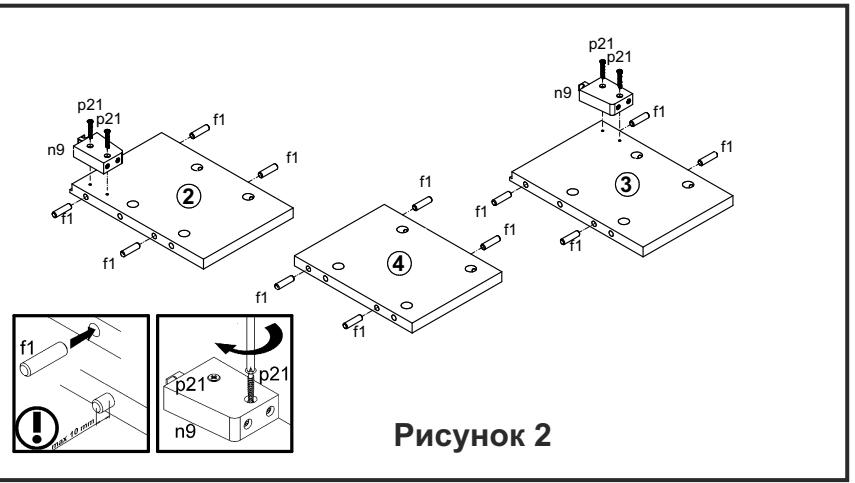

Рисунок 2
2. В отверстия **Ø8 мм** на нижних и верхних кромках стенок боковых **2, 3**, стенки средней **4** вбить деревянные шканты **f1** (см. рис. 2).
3. При помощи шурупов **p21** на внутренних поверхностях стенок боковых **2, 3** закрепить кронштейны для навешивания **n9** (рис. 2).